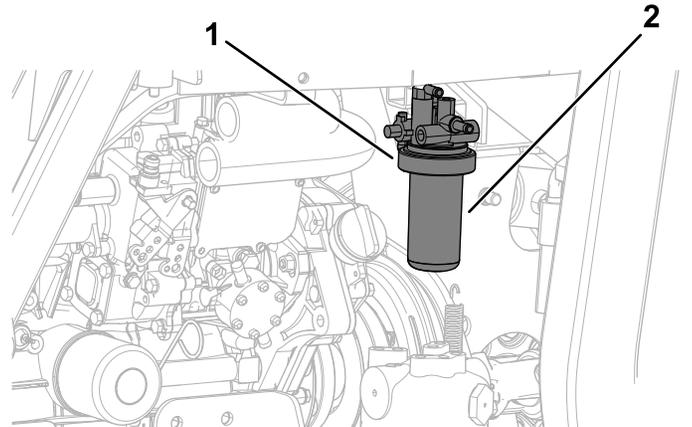

Figure 72
- Nettoyez la surface autour de la tête du filtre à carburant (Figure 72).
- Déposez le filtre et nettoyez la surface de montage de la tête du filtre (Figure 72).